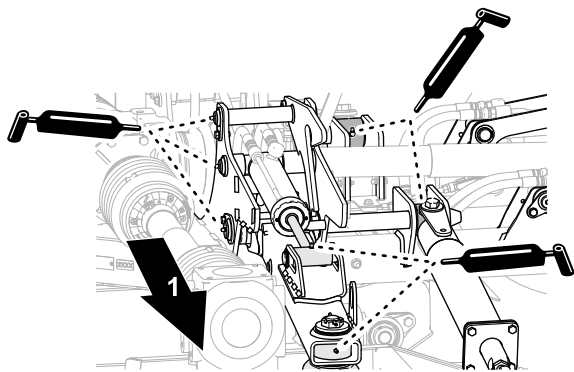

Рисунок 46
- Введите консистентную смазку указанного типа в подъемные рычаги, гидравлические цилиндры и противоударные подпорки на левой и правой деках газонокосилки (Рисунок 46).